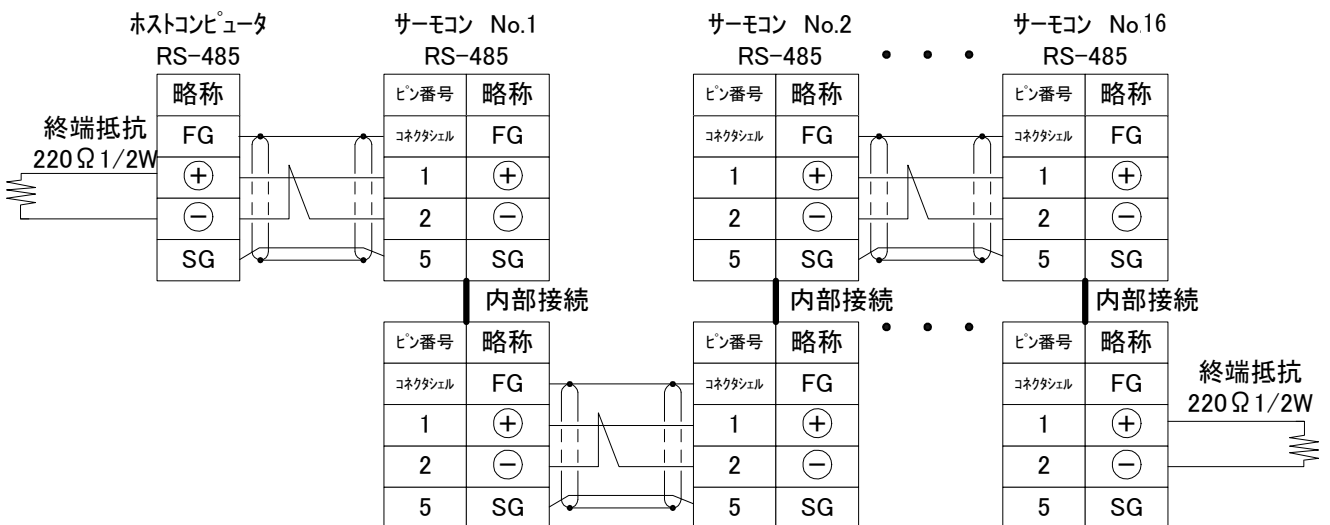
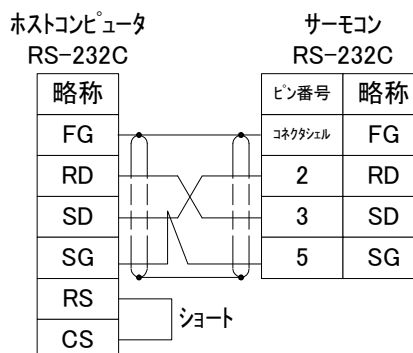

図 1-1 通信接続図(RS-485)
図 1-2 通信接続図(RS-232C)
- ①サーモコンの電源スイッチをOFFにしてください。
- ②ケーブルをサーモコンの通信コネクタ (RS-485、またはRS-232C) に接続してください。
- ・ 通信の接続図を図 1-1 と、図 1-2 に示します。
- ③サーモコンの電源スイッチをONにしてください。
- ④すべてのサーモコンについて通信方式の選択を行います。詳細は取扱説明書をお読みください。
- ⑤以上で通信の準備は終了しました。これで、ホストコンピュータから通信命令があれば、各サーモコンはそれに返信します。